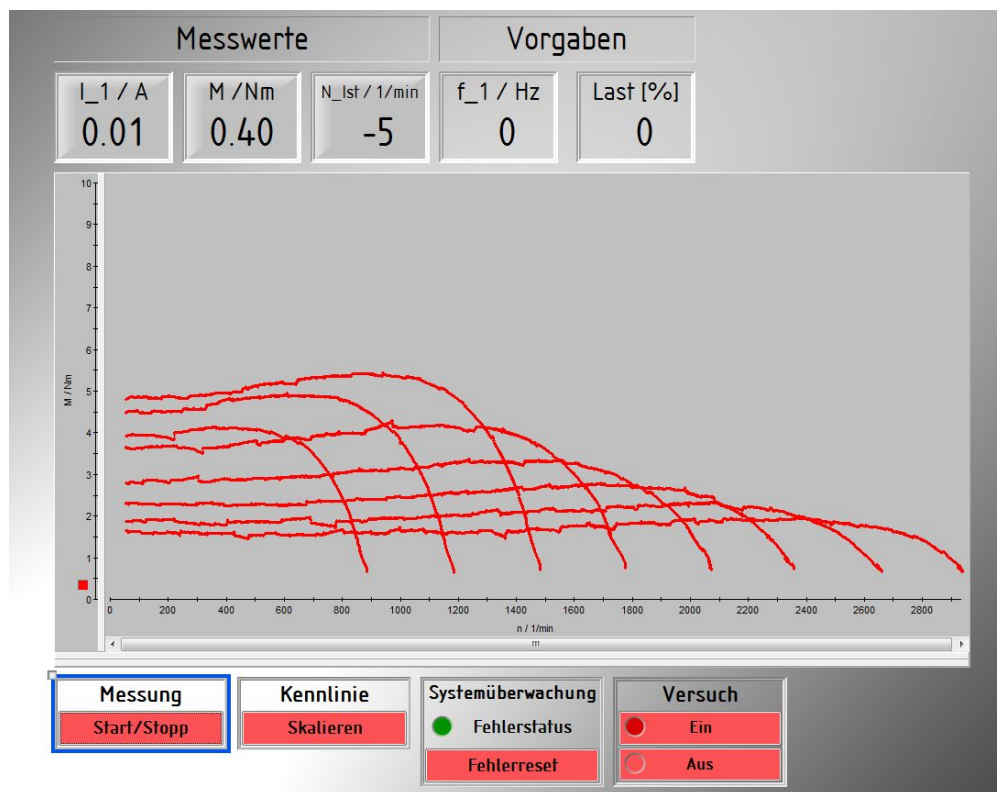
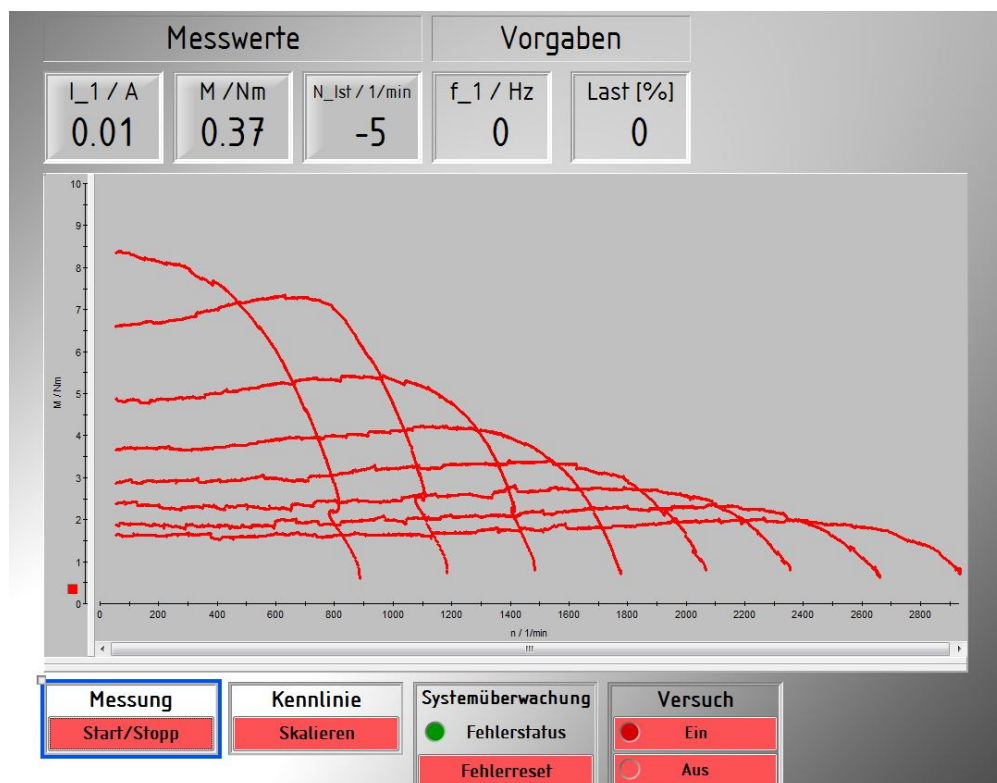

Abbildung 7.1: Kennlinie ohne Korrektur
Abbildung 7.2: Kennlinie mit Korrektur
- a) Die Ergebnisse der durchgeführten Messungen können in Abb. 7.1 und Abb. 7.2 betrachtet werden.
- b) Der Unterschied, der Kennlinie bei kleinen Statorfrequenzen, der in Abb. 7.1 gezeigt ist, liegt daran, dass der Statorwiderstand anders als angenommen bei ca.  $25\ \Omega$  liegt und an diesem eine Spannung abfällt, wodurch nicht die gewünschte Spannung erreicht wird.
- d) In Abb. 7.1 kann man sehr leicht erkennen, dass das gewünschte Drehmoment aufgrund des Statorwiderstandes nicht erreicht werden kann. Durch die Korrekturmaßnahmen liegen die Kennlinien in Abb. 7.2 höher, allerdings nur vier der Kennlinien. Dies liegt daran, dass wir einen Spannungsabfall detektieren, und darauf mit einer Erhöhung der Spannung reagieren, dies funktioniert natürlich nur im Bereich zwischen 0 und 50 Hz, weil wir danach die Spannung nicht noch weiter erhöhen können.